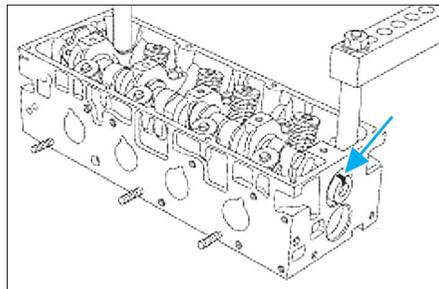

Fig. 52
- Tourner l'arbre à cames afin de placer la rainure vers le haut (Fig.52).